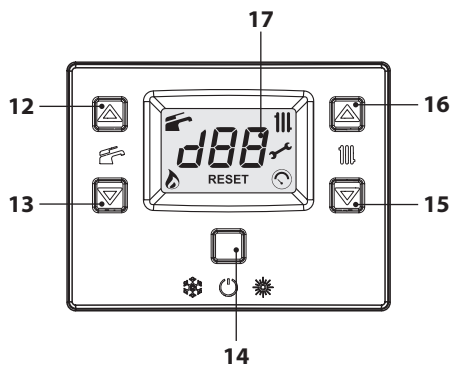
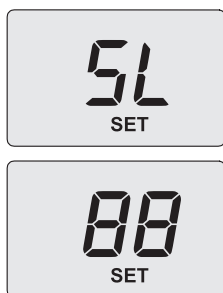

Figura 7.2
Figura 7.12
- Entrare in "modalità programmazione" premendo contemporaneamente per 10 secondi i tasti 14-15-16 (Figura 7.2) fino a far apparire sul display LCD le lettere **Pr** che si alternano al numero del parametro **01**, indicanti l'entrata nel "parametro 01" (Figura 7.3).
- Scorrere i vari parametri utilizzando i tasti 15 o 16 (Figura 7.2) fino a far apparire sul display LCD le lettere **Pr** che si alternano al numero del parametro **09**, indicanti l'entrata nel "parametro 09" (Figura 7.4).
- Utilizzando i tasti 12 o 13 (Figura 7.2) è possibile scorrere i vari valori di regolazione.
- Utilizzare i tasti 15 o 16 (Figura 7.2) fino a portarsi allo stato **LP** (spazzacamina attivo in minimo sanitario) e premere il tasto 14 per
- Agire sui tasti 16 o 15 (Figura 7.2) per incrementare o decrementare il valore. Attendere 3 secondi per stabilizzare la pressione del gas quindi leggere il valore sul manometro gas. **Ricordarsi di mantenere l'andamento in salita.**
- Premere il tasto 13 (Figura 7.2) per 5 secondi per memorizzare il valore.
- Premere il tasto 12 (Figura 7.2) per passare alla taratura del minimo gas. Il display visualizza **SL** alternato al parametro potenza minima assoluta e la scritta "**SET**" (Figura 7.12).
- Agire sui tasti 16 o 15 (Figura 7.2) per incrementare o decrementare il valore. Attendere 3 secondi per stabilizzare la pressione del gas quindi leggere il valore sul manometro gas. **Ricordarsi di mantenere l'andamento in discesa.**
- Premere il tasto 12 (Figura 7.2) per verificare il valore massimo impostato ed eventualmente correggerlo seguendo la procedura sopra descritta.
- Premere il tasto 12 (Figura 7.2) per verificare il valore minimo impostato ed eventualmente correggerlo seguendo la procedura sopra descritta.